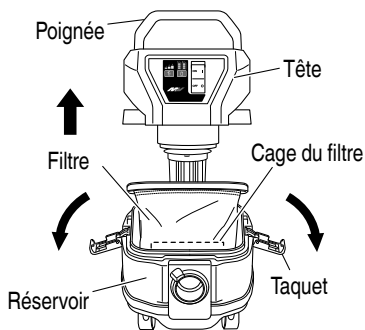

Fig. 13
- (1) Retirez les deux taquets, utilisez les poignées pour sortir la tête et la retirer du réservoir. (Fig. 13)